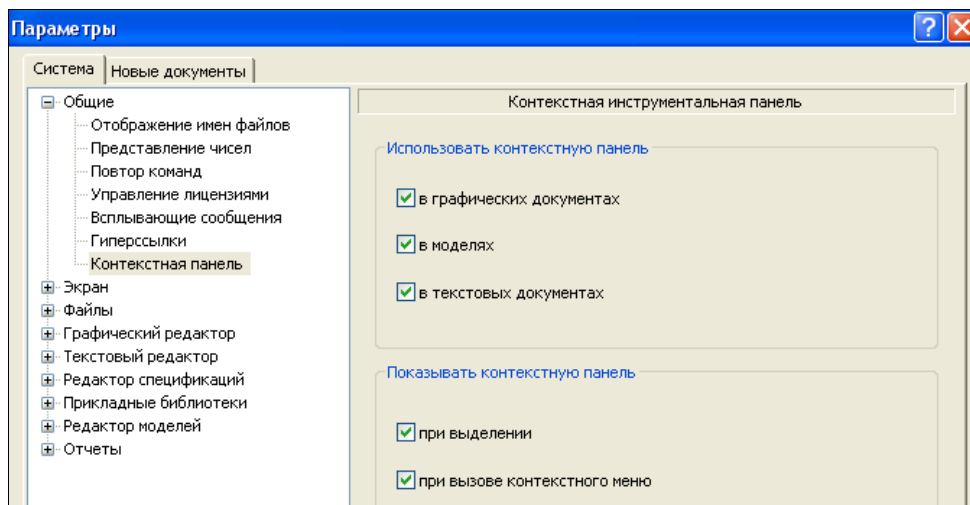

Рис. 15.5. Диалоговое окно **Параметры** с открытой панелью **Контекстная инструментальная панель**
- ♦ щелкните ЛК по пункту **Контекстная панель**. В правой части окна на панели **Контекстная инструментальная панель** (рис. 15.5) установите все флажки для появления контекстной панели при работе с документами различных типов;